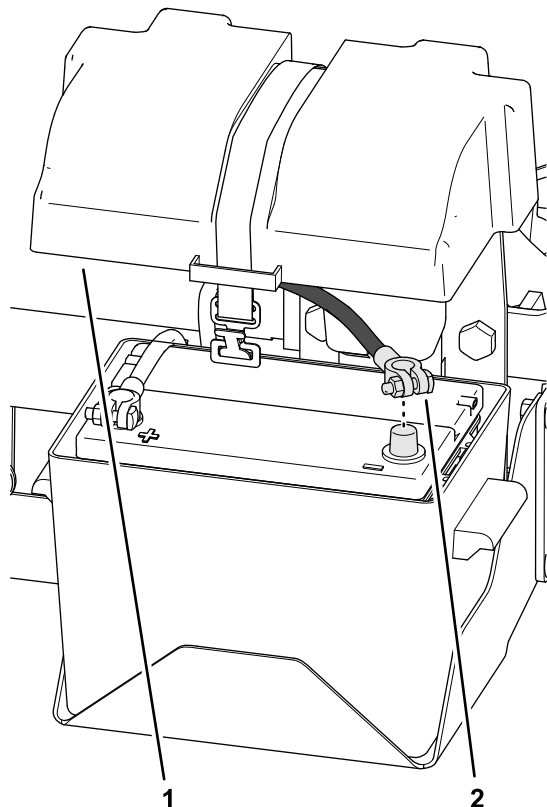

Figura 2
1. Retire la tapa de la caja de la batería (Figura 2).
2. Retire el cable negativo de la batería (Figura 2).